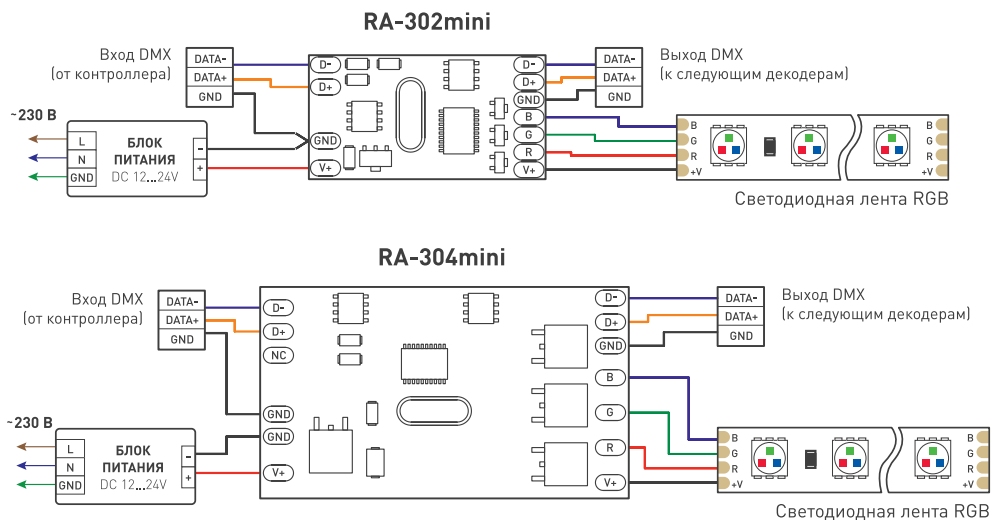

Рисунок 1. Схема подключения декодера.
- 3.3. Подключите нагрузку к выходу декодера, обозначенному символами V+, R, G, B. Соблюдайте полярность и расположение проводов (см. Рисунок 1).